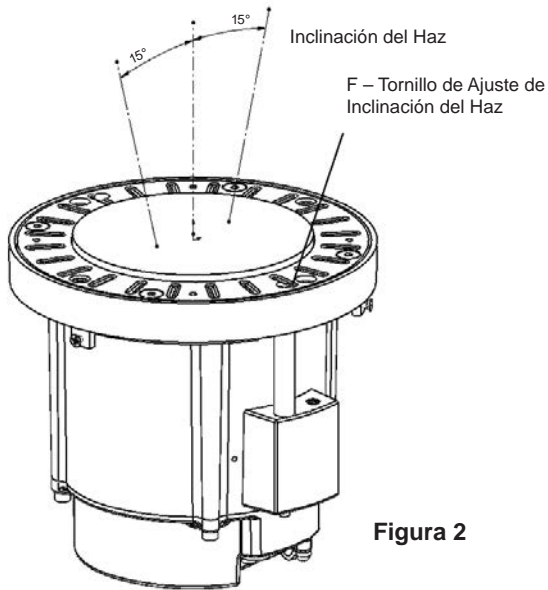

Figura 2
- 2) Retire el anillo de la guarnición decorativa (A) quitando los cuatro tornillos del anillo de la guarnición (B) con la llave Allen hexagonal de 2,5 mm incluida.
- 3) Retire el ensamblaje del artefacto (C) del ensamblaje plástico del pozo (D) quitando los dos tornillos (E) con la llave Allen hexagonal de 2,5 mm incluida. **NOTA:** No es necesario abrir el ensamblaje del artefacto sellado en ningún momento de la instalación. No hay ajustes ni piezas que requieran el mantenimiento por parte del usuario dentro de la unidad.
- 5) **NOTA:** El ensamblaje de la cubierta del pozo debe estar correctamente orientado para garantizar que la característica de inclinación del haz ajustable opere en los sentidos deseados. (Ver las Figura 2 y 3.) Cave un hoyo de aproximadamente 3" más de diámetro y profundidad que la cubierta en el lugar deseado. El borde superior de la cubierta debe estar al ras del acabado o levemente por encima o hacia la parte superior del nivel de concreto. Ajuste agregando o quitando gravilla o algún material de drenaje equivalente.
- a. Si la instalación se realiza en concreto, la cubierta plástica del pozo debe asegurarse con barras de refuerzo (no incluidas). Vierta el concreto hasta el borde superior de la cubierta del pozo (D).